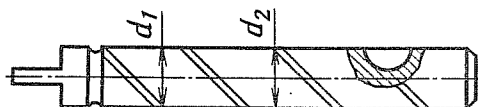

Рис. 102. Ведущий вал масляного насоса
2.3. Ведущий валик масляного насоса (рис. 102)